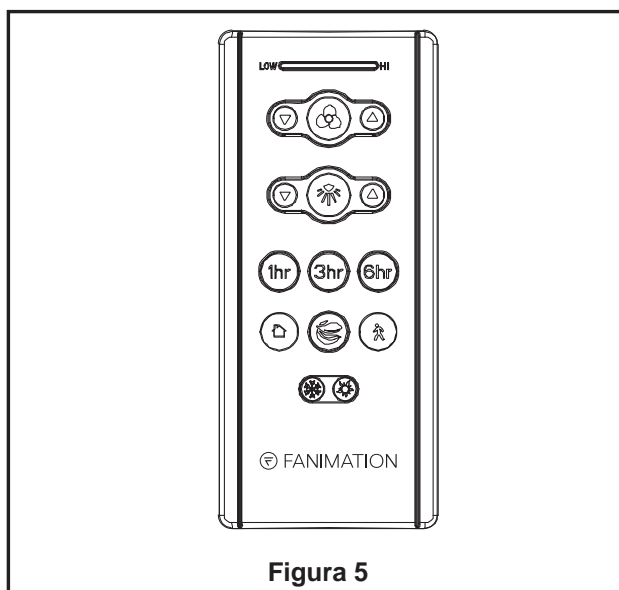

Figura 5
5. Asegure el vidrio en la ensamble de kit de luz girándolo en el sentido de las agujas del reloj y sin apretar demasiado. (Figura 5)
### 7. Funciones del control remoto: (Figura 5)